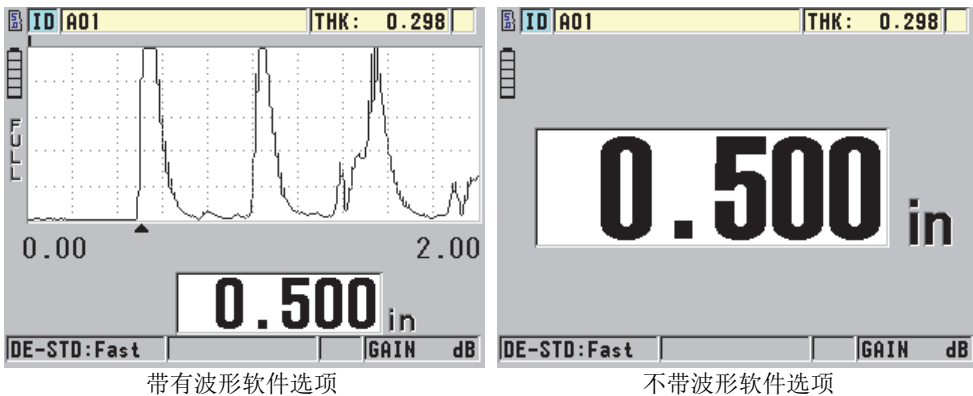

图 5-12 读取测出的厚度读数
3. 读取被测工件的厚度值（参见第 70 页的图 5-12）。